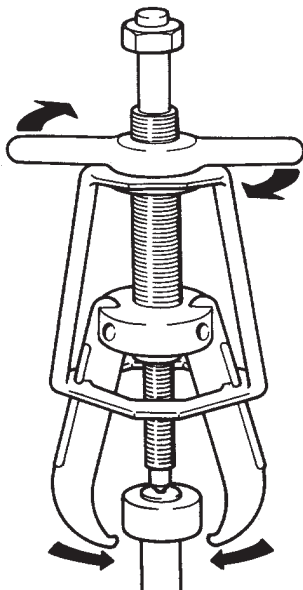

Abbildung 3
5. Den Knebelgriff nach rechts drehen, um die Klemmbacken fest auf der Komponente anzuspinnen. (Siehe Abbildung 3.)
4. Die Abziehvorrichtung über der abzuziehenden Komponente plazieren. (Siehe Abbildung 3.) Wenn nur der Innenlagerlauftring auf der Welle verbleibt, die Welle zunächst mit einem Schmiergelleinen reinigen und dann die Klemmbacken in der Kugelrille anbringen.